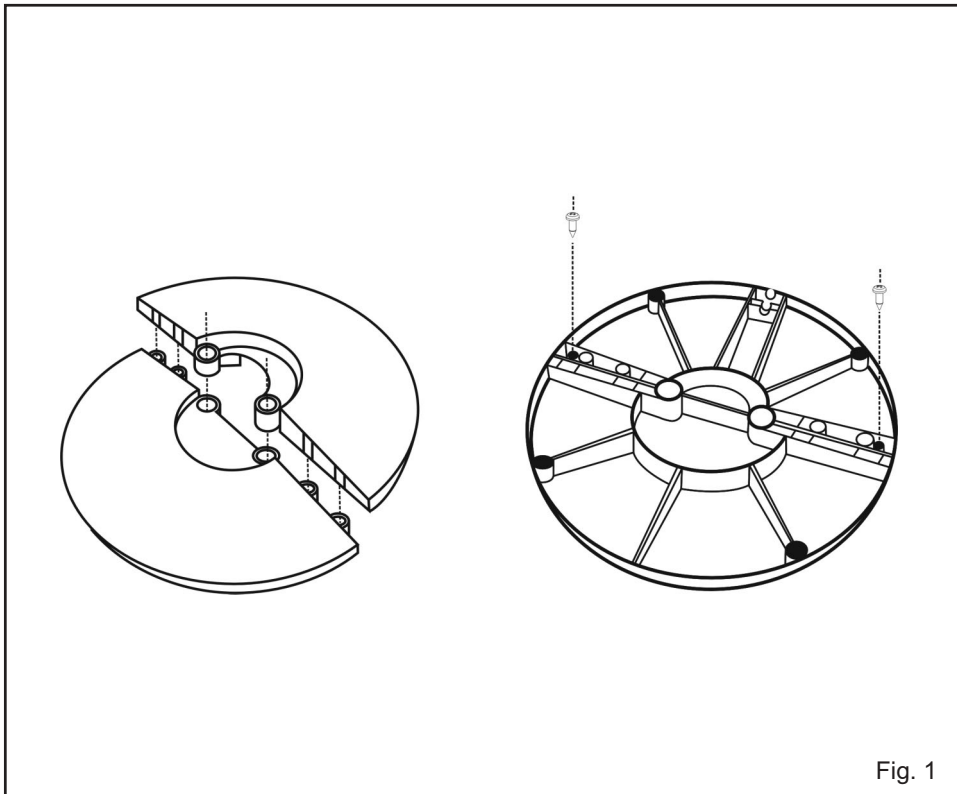

Fig. 1
1. Pase el cable de alimentación entre las dos mitades de la base pie y a continuación proceda al ensamblado. Seguidamente asegure su unión mediante los dos tornillos adjuntos para esta función. (Fig.1)
1. Run the power cable between the two halves of the base and then start to assemble the appliance. Join the two halves together using the two screws supplied for this. (Fig.1)
Passer le câble d'alimentation entre les deux moitiés de la base pied et procéder à l'assemblage. Puis s'assurer de leur union à l'aide des deux vis fournies à cet effet. (Fig.1)